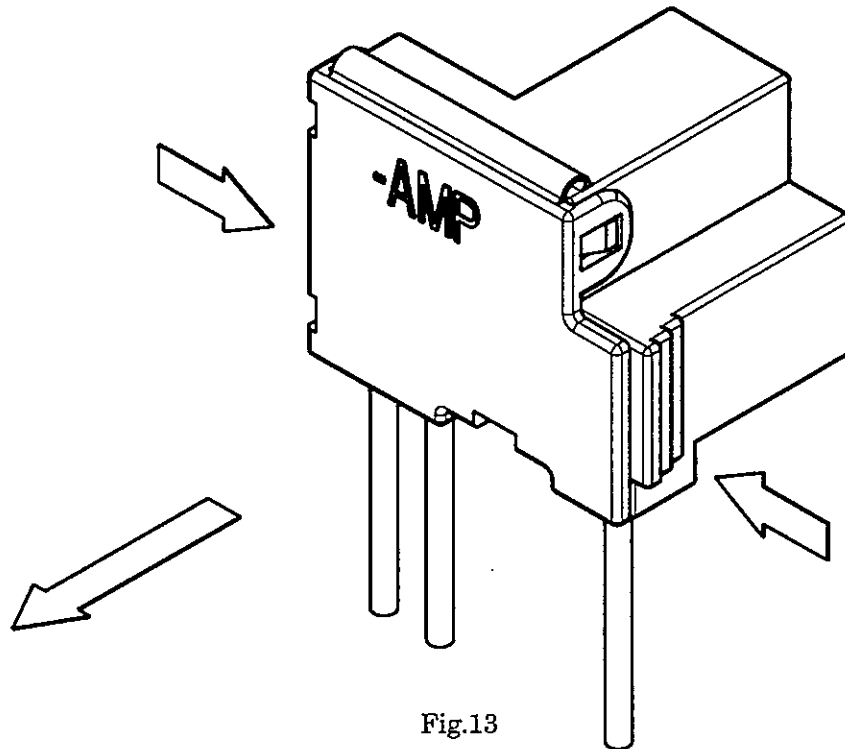

Fig.13
6.3 コネクタ引抜きの際、Fig.13の如く左右からハウジングを持ち、はさみながらまっすぐコネクタを引き抜いてください。電線を引っ張っても抜けません。